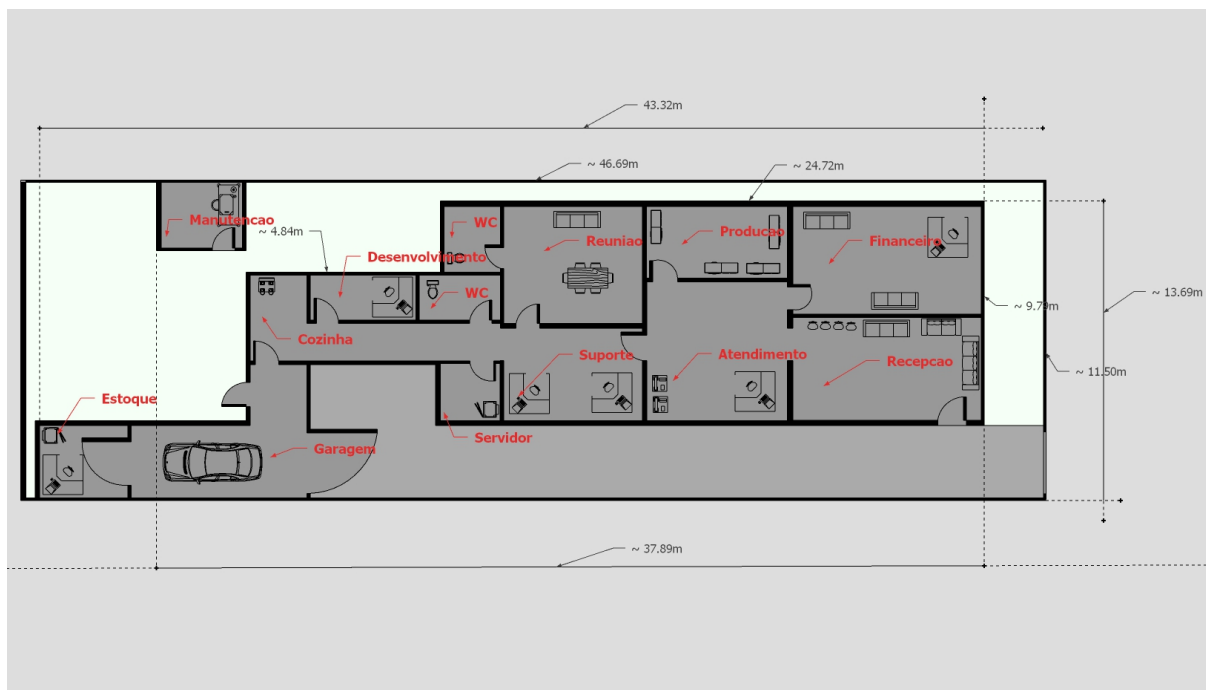
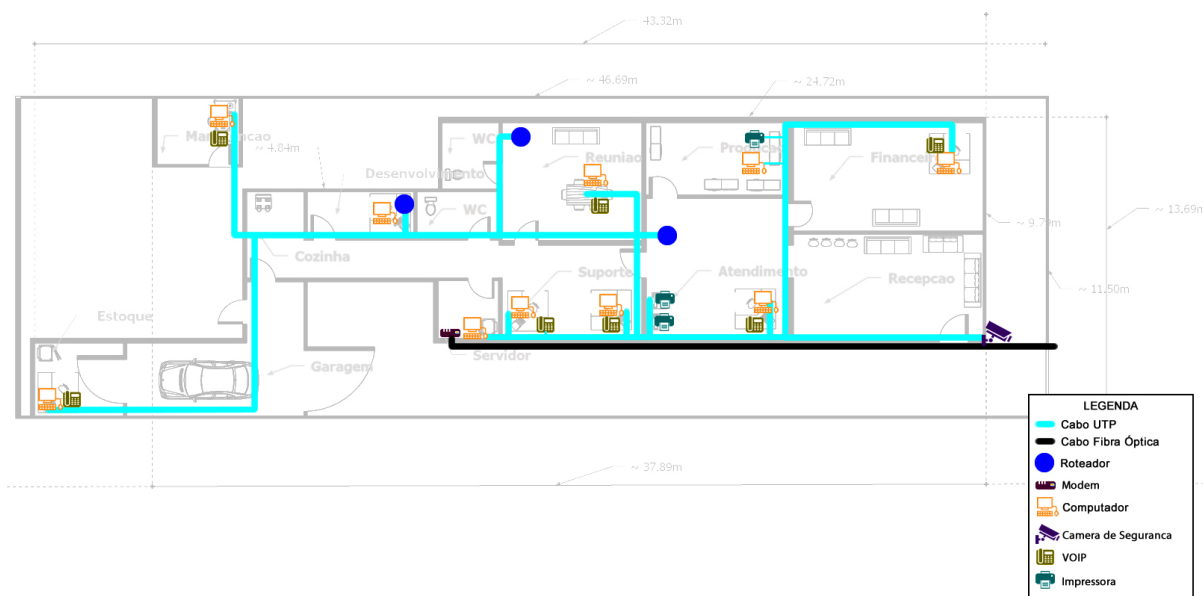

Figura 1: *Planta Atual*
Figura 2: *Planta Lógica Atual*
- Os passivos da rede: a estrutura conta com uma mini Rack de parede acoplada na sala de servidores (Figura 1). Há cabos de rede no forro das instalações interligando os equipamentos e o switch. Também há pequenas calhas de plástico para acabamento dos cabos de UTP nas paredes;
A planta (Figura 1) representa a construção atual. A construção conta com apenas um andar. A extensão máxima de área construída útil é de aproximadamente 44 metros. Com uma largura medindo cerca de 12 metros. A sala do servidor, onde é centralizada a rede, fica no centro da construção, isso facilita a distribuição de cabos no entorno do edifício.
Pegando como base a planta física (Figura 1), esboçamos sobre ela a estrutura lógica (Figura 2), dos componentes da rede e o caminho percorrido pelos cabos.